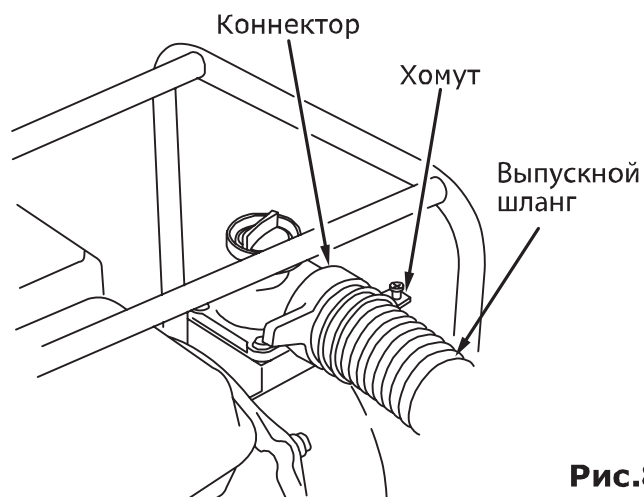

Рис.8
- подсоедините напорный шланг к патрубку при помощи зажимного кольца и хомута (рис.8).